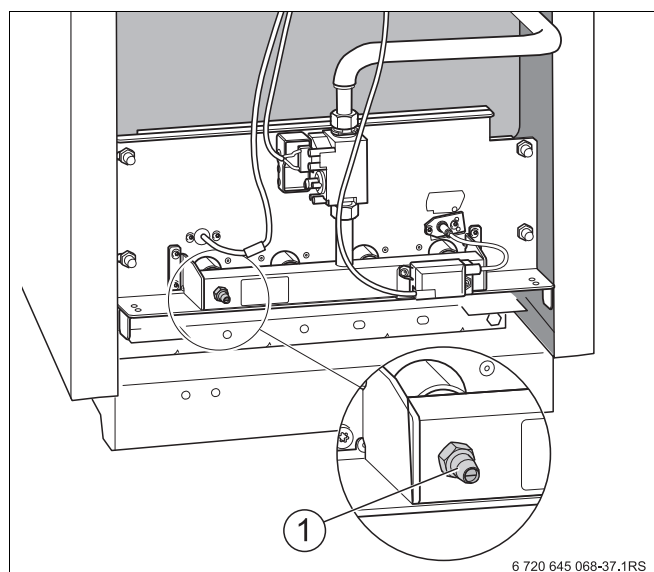

Рис. 44 Газовая горелка
- Открутить на два оборота измерительный ниппель на газораспределительной гребенке (Рис. 44, поз. 1).